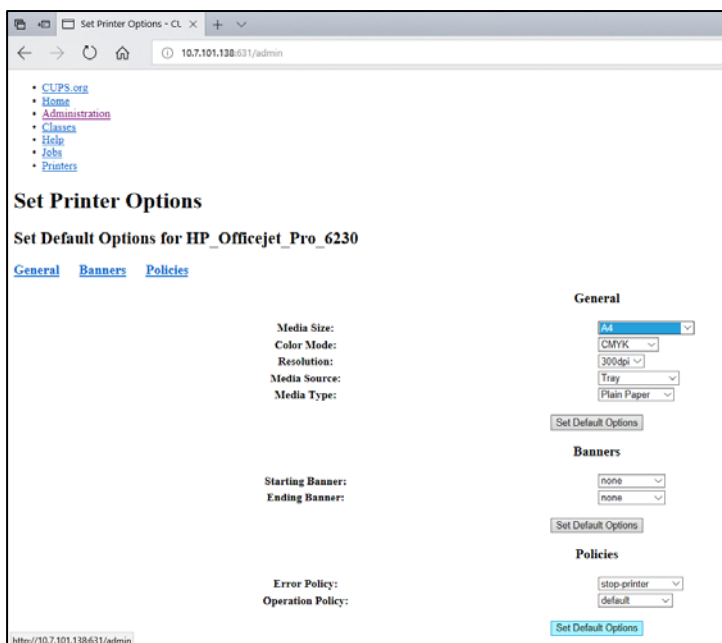

Figura 81. Seleção do Media Size (Tamanho do suporte) correto.
7. Selecione o Media Size (Tamanho do suporte) correto (como "A4"), uma vez que algumas impressoras não procedem à impressão se o formato de papel estiver incorreto. Em seguida, guarde a seleção premindo Set Default Options (Aplicar predefinições) (Figura 81).